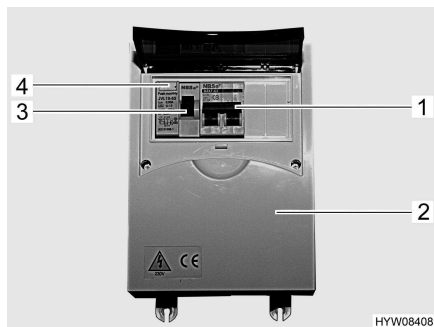

Fig. 70 Scatola dei fusibili a 230 V con interruttore di sicurezza e interruttore automatico FI
- Disattivare l'interruttore di sicurezza (Fig. 70,1) nella scatola dei fusibili (Fig. 70,2).
- Se il veicolo è collegato all'alimentazione a 230 V, premere il tasto di controllo (Fig. 70,4) dell'interruttore di sicurezza per correnti di guasto (interruttore automatico FI) (Fig. 70,3) nella scatola dei fusibili (Fig. 70,2). L'interruttore di sicurezza per correnti di guasto deve scattare.